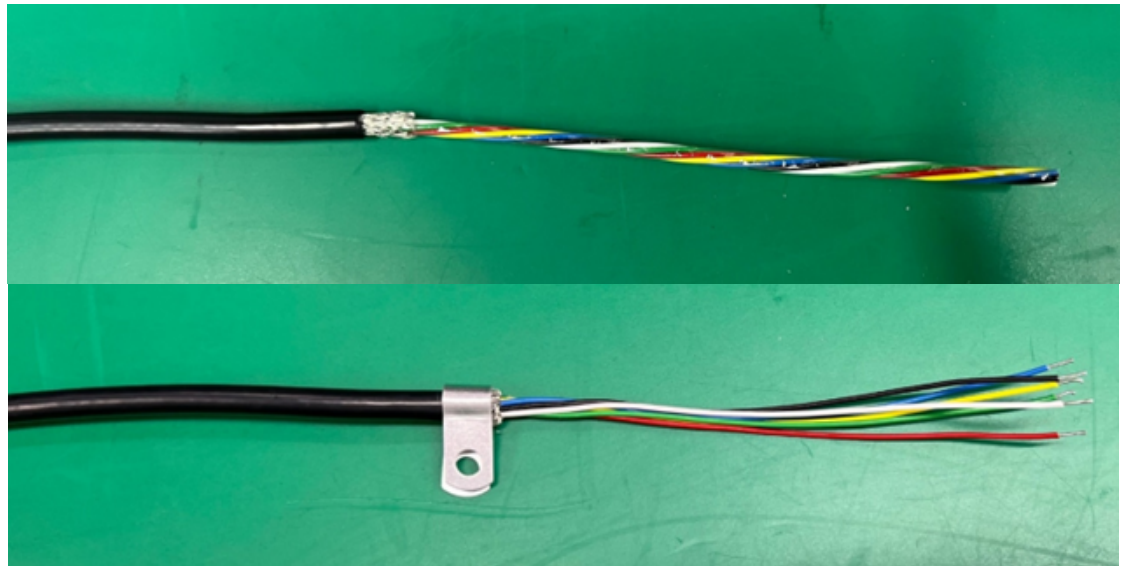

Figure 2-28 : Câble de cellule de charge avec fermeture à baïonnette
4. Positionnez le serre-câble de mise à la masse fourni en même temps que le terminal par-dessus le blindage exposé (reportez-vous à la Figure 2-28).